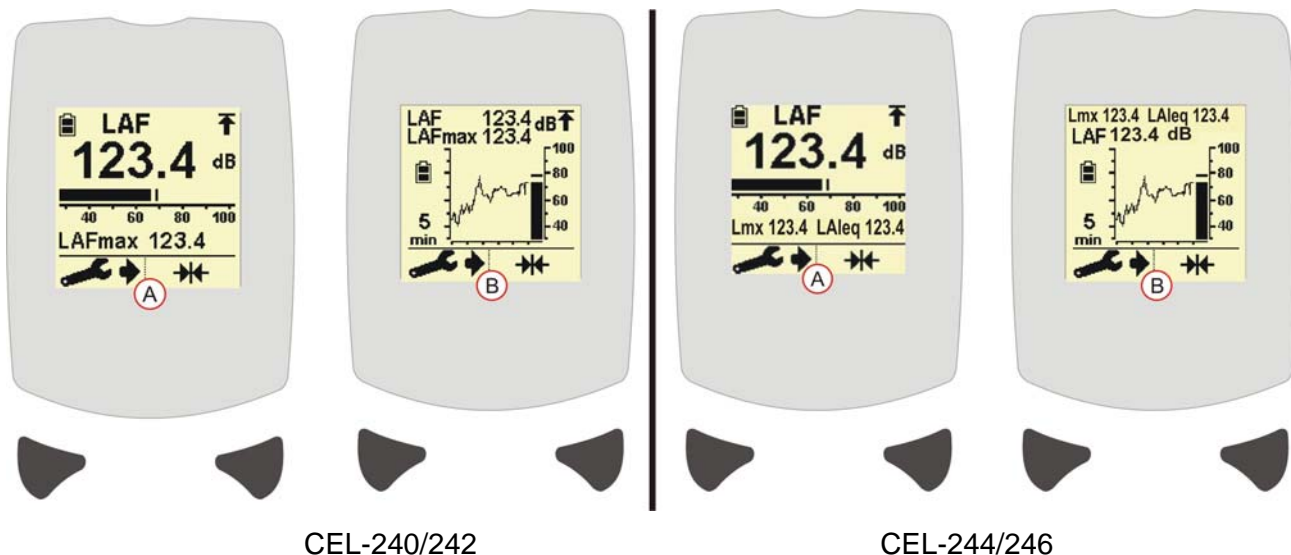

Figura 4 Schermate grafico a barre e grafico time history Serie CEL-200
4. Verranno visualizzati un grafico a barre (vedi Figura 4 [A]) o un grafico di time history (vedi Figura 4 [B]). Consultare IMPOSTAZIONI STRUMENTO per modificare le ponderazioni di Tempo e Frequenza o per modificare il tipo di visualizzazione.
È possibile passare dalla visualizzazione del grafico a barre a quella del grafico time history premendo il tasto (B). (Si veda Figura 4 (A) e (B) rispettivamente).